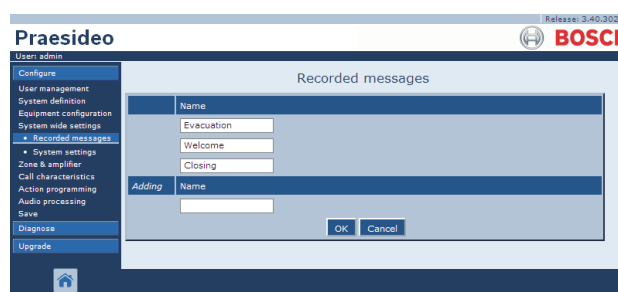

figura 45.3: Registrar uma mensagem, passo 2
- 2 Clique no botão *Add* para adicionar uma mensagem gravada. Aparece um ecrã semelhante ao da figura 45.3 na moldura principal da interface da Web.